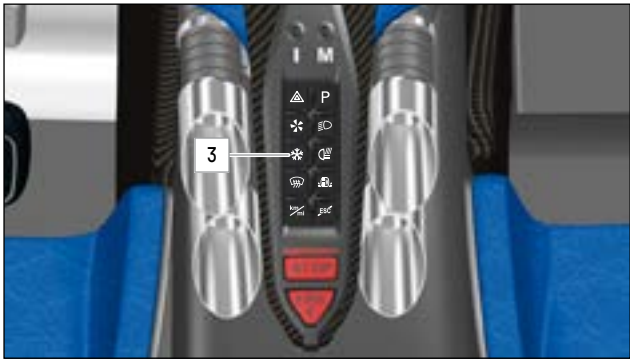

ABB. 38 KLIMAANLAGEN-TASTE AUF DER MITTELKONSOLE
- ▶ Drücken Sie Taste **3** (» Abb.38), um die Klimaanlage einzuschalten.
- ▶ Taste **3** (» Abb.38) blinkt, wenn sich die Klimaanlage im Standby (Einschaltbedingungen nicht erfüllt) befindet bzw. leuchtet dauerhaft, wenn sie eingeschaltet ist.
Drücken Sie Taste **3** (» Abb.38) nur bei Geschwindigkeiten über 30 km/h (18 mph), wenn Gebläsetaste **2** (» Abb.37) aktiviert bzw. genügend Leistung verfügbar ist.